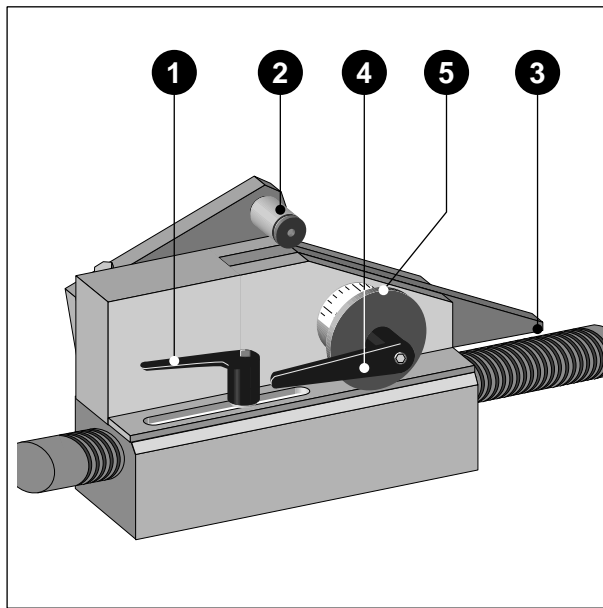

Bild 5-17. Sieblift-Einstellung
- * Lösen Sie den Klemmhebel (1) (Bild 5-17) und verschieben Sie den Keil so, daß der Punkt, an dem die abgeschrägte Fläche beginnt, sich genau unter der Rolle (2) befindet (wie in Bild 5-17 gezeigt).
- * Ziehen Sie den Klemmhebel (1) wieder fest.
- Der Sieblift-Hub wird durch die Schräge des Keils bestimmt. Die Schräge können Sie mit dem Hebel (3) verändern. Je flacher Sie den Hebel einstellen, desto geringer der Hub (Hebel waagrecht = Hub „0“).
- * Lösen Sie den Klemmhebel (4) und verändern Sie die Schräge des Hebels (3) durch Drehen des Einstellers (5).
- * Ziehen Sie den Klemmhebel (4) wieder fest.